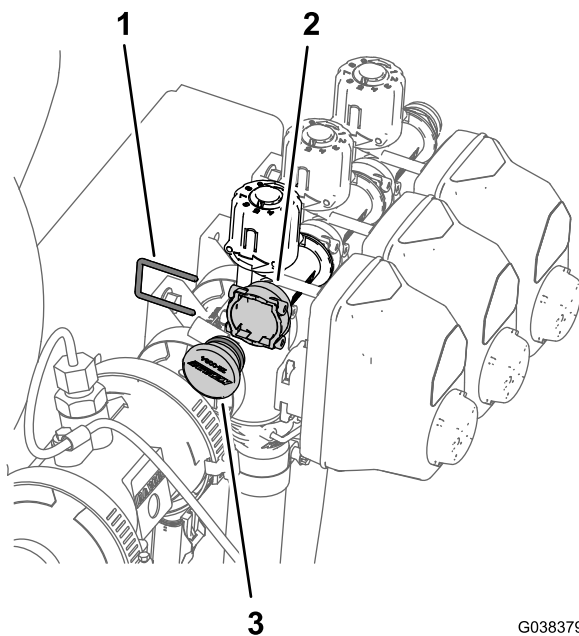

Figure 83
1. Retirez l'étrier qui fixe l'obturateur sur le raccord rapide femelle du collecteur de dérivation (Figure 83).
2. Déposez l'obturateur du raccord rapide femelle (Figure 83).